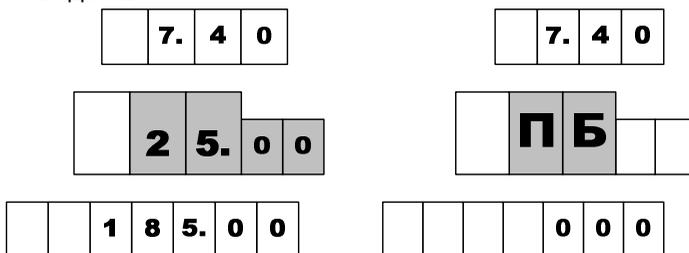

Рисунок 1
9.3 При начале новой заправки, когда колонка готова к отпуску топлива, на указателе разового учета появляется мигающая заданная доза, а в случае отпуска до полного бака – символы "**ПБ**" (рис. 1). Это дает клиенту удобный способ определить, когда можно начать заправку, а также убедиться, что задано именно то количество топлива, которое он заказывал. При продолжении заправки всегда отображается *отпущенная* доза.